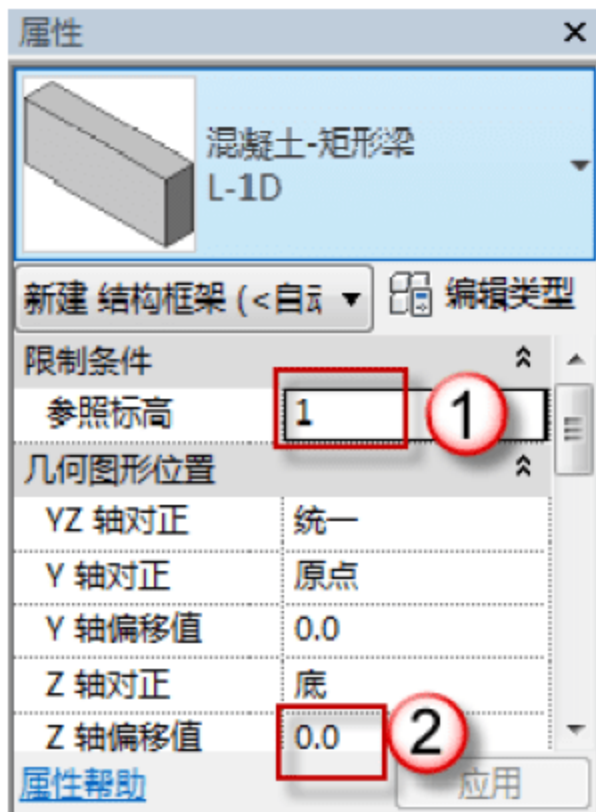
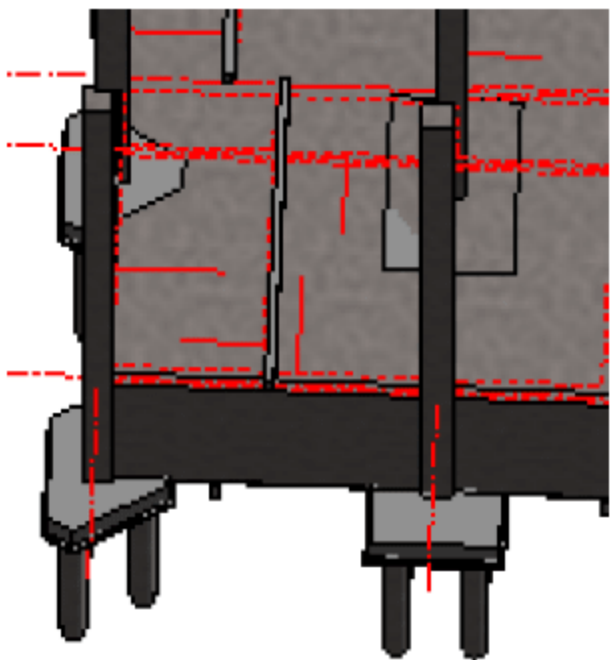

图 3.2.49 设置 Z 轴偏移值
图 3.2.50 绘制 L-1D
(25) 绘制 L-1D。选择“结构”→“梁”命令，在“属性”面板中调整参数标高 1，Z 轴偏移值为 0，如图 3.2.49 所示。找到 L-1D 的位置从一侧向另一侧绘制，如图 3.2.50 所示。